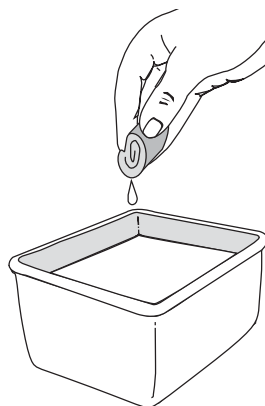

Fig. 26
3. Lave el filtro con agua y detergente (Fig. 26). Enjuague bien el filtro. Escorra el exceso de agua. Déjelo secar por completo.